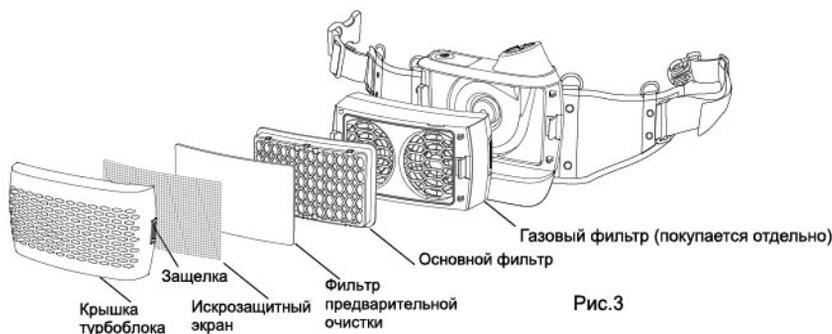

Рис.3
- Пожалуйста, установите основной фильтр и газовый фильтр в соответствии с рис.3